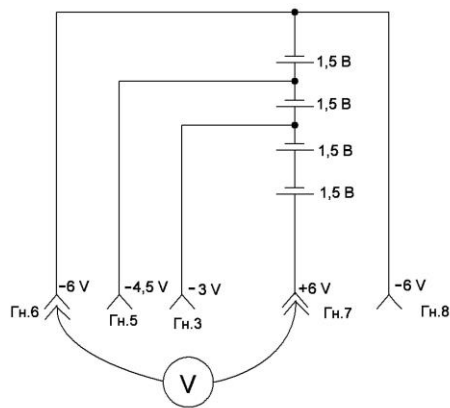
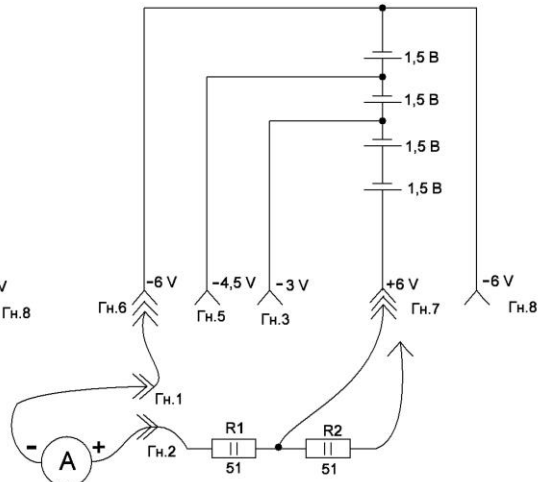

Рис. 1
Рис. 5
6. Виміряти амперметром (мультиметром) струм від джерела живлення, згідно заданого варіанту, тобто ± 3 В, $\pm 4,5$ В, ± 6 В. з підключеним навантаженням 51 Ом (один резистор на 51 Ом) і отримати значення напруги I_2 (схема рис. 5).
7. Провести обчислення внутрішнього опору джерела живлення r заданого варіанту використавши формулу (4), записати формулу і розрахунок.
8. Провести обчислення $E_{\text{розрах.}}$, використавши формулу (5), записати формулу і розрахунок.
10. Накреслити схеми **рис. 1...рис. 5**.